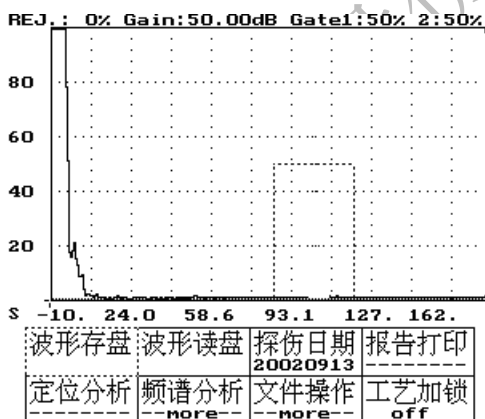

图 12-1
- 1、按进入键——显示处理菜单，屏幕显示如图 12-1 所示。